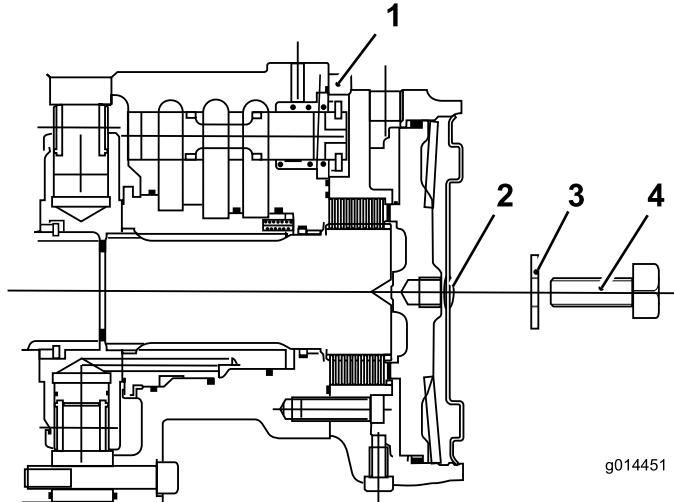

Figura 42
6. Coloque un perno de 12 x 40 mm y una arandela de 12 mm en el taladro en el centro de la placa del extremo del motor (Figura 42).
7. Apriete el perno en el taladro roscado del pistón del freno hasta que el freno quede liberado (Figura 42).